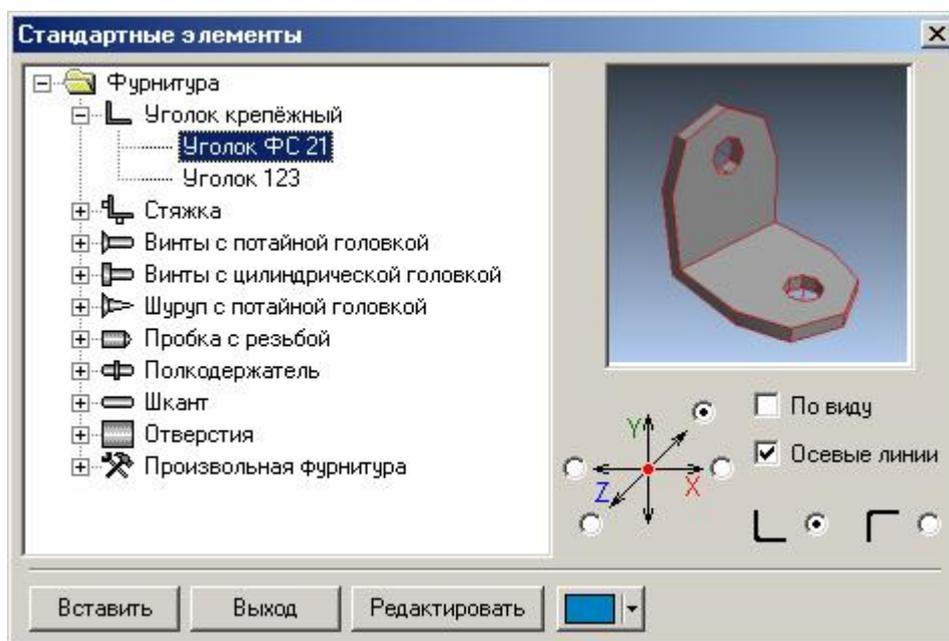

Рис. 29 Диалоговое окно приложения **Крепеж и комплектующие**
1. Запустить приложение *Крепеж и комплектующие*, что приводит к появлению соответствующего диалогового окна (рис. 29).
5. Нажать кнопку **Вставить** (при этом диалоговое окно, представленное на рис. 29, исчезнет).